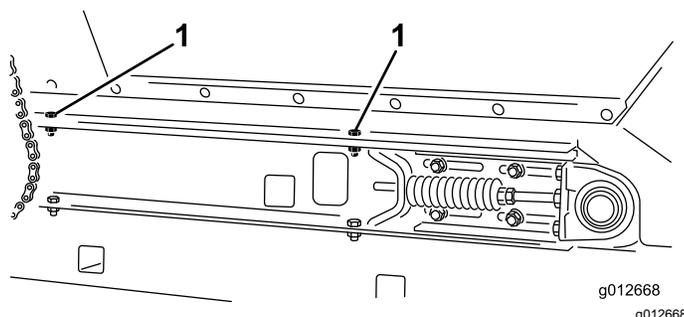

Рисунок 32
4. С каждой стороны машины прикрепите бункер к балкам подвижной рамы (Рисунок 32) с помощью 2 болтов, 2 шайб и 2 контргаек, снятых при выполнении действий, описанных в разделе Снятие подвижной плиты \(страница 26\).